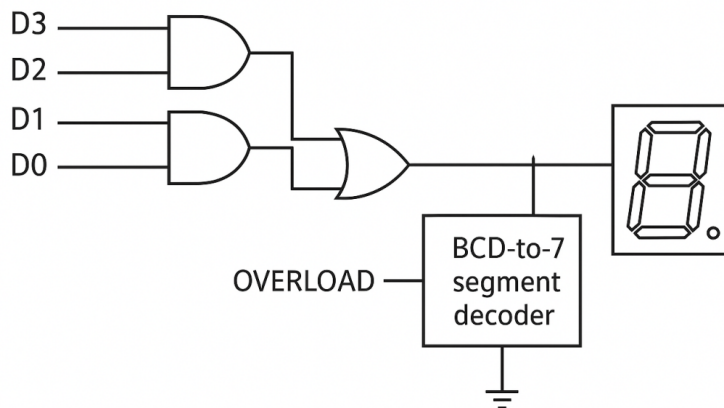

Рисунок 2 Принципова Схема Логіки Діагностики
3. Цифровий код (D3-D0) підключіть до двійково-десятькового дешифратора (BCD-to-7-segment decoder) та до 7-сегментного індикатора для візуалізації виміряного значення. (Рис.2)